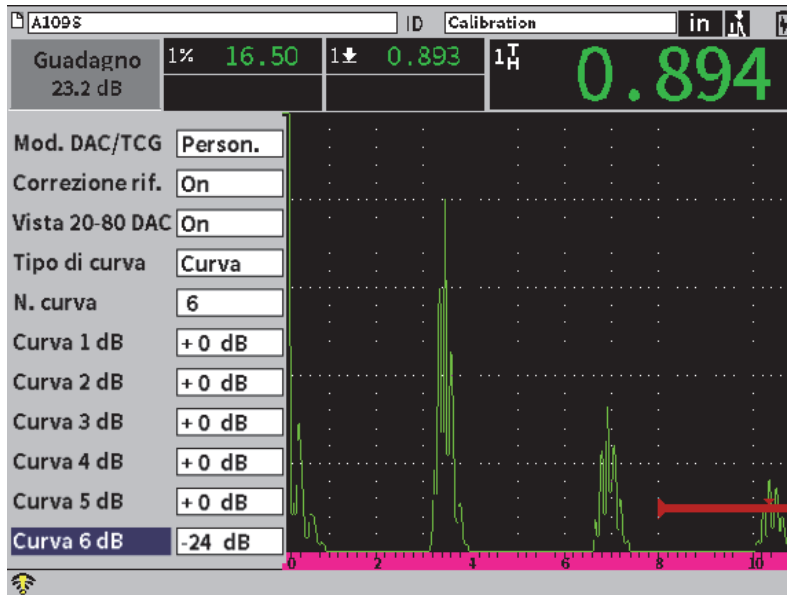

Figura 11-17 Configurazione DAC personalizzata
4. Selezionare il **N. curva** per effettuare un'integrazione alla curva principale (vedere Figura 11-17 a pagina 196).